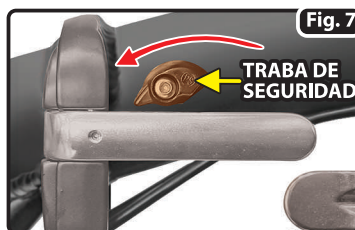

Fig. 7
- Presionar la **traba de seguridad** hacia la izquierda para liberar el mecanismo y plegar el **stem** hacia abajo de manera que el **manillar** quede junto a la rueda delantera.(Fig. 7).
- Quitar la **traba de seguridad** llevandola hacia atras en sentido antihorario (Fig. 7).